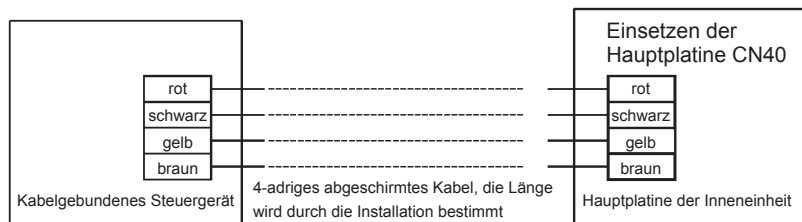

Abb. 3-2
13. Schließen Sie das Kabel von der Hauptsteuerplatine an (siehe Abb. 3-2).